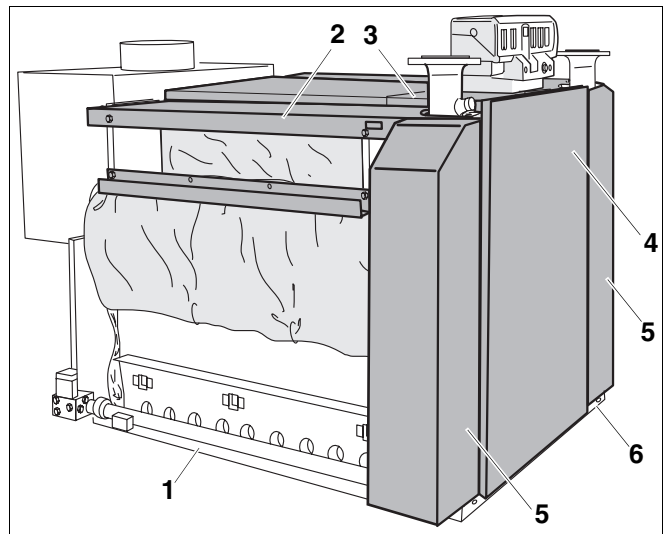

Рис. 71 Установка деталей облицовки
- Обе узких боковых передних стенки (рис. 71, поз. 5) вставляются внизу между продольной (рис. 71, поз. 1) и поперечной планками (рис. 71, поз. 6) и подвешиваются сверху на боковую крышку котла (рис. 71, поз. 2).
- Передняя стенка (рис. 71, поз. 4) вставляется внизу между узкими боковыми передними стенками (рис. 71, поз. 5) и поперечной планкой (рис. 71, поз. 6), а также сверху в переднюю крышку котла (рис. 71, поз. 3).
- Прочно закрепить переднюю стенку внизу винтами с плоской головкой 3,9 x 9,5 к поперечной планке (рис. 71, поз. 6).
- Прочно закрепить обе узких боковых передних стенки (рис. 71, поз. 5) к продольным планкам (рис. 71, поз. 1) винтами с плоскими головками 3,9 x 9,5.